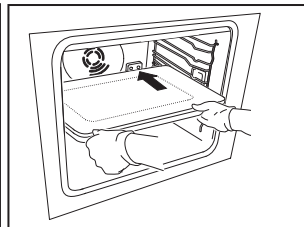

Fig. 2
2. Utilisez vos deux mains pour pousser la plaque à induction jusqu'à la prise électrique (Fig. 2).